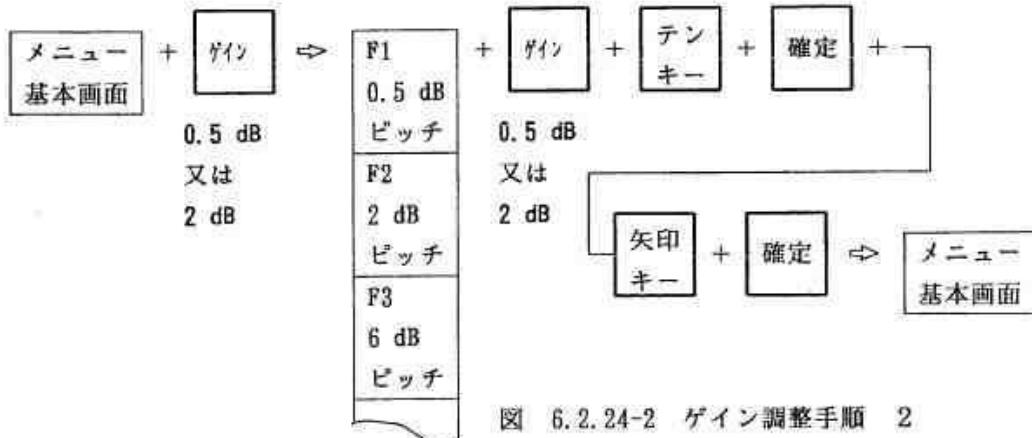

図 6.2.24-2 ゲイン調整手順 2
- ① 機能キー [ゲイン・0.5 dB] を1回押すと、図 6.2.24-3 のように押した機能キーに